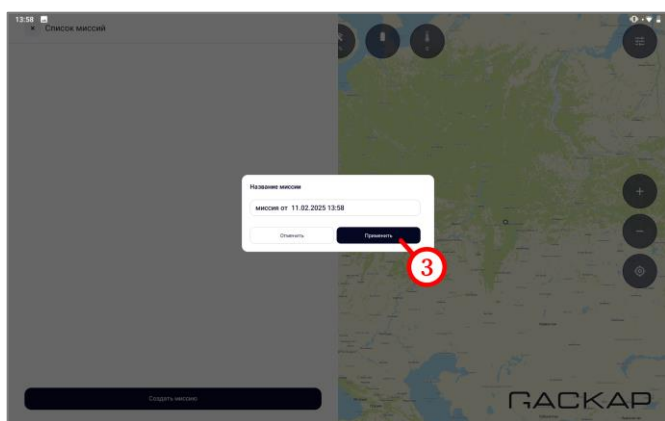

Рисунок 43
- на открывшейся форме нажать на кнопку «Применить» (рисунок 43, шаг 3);